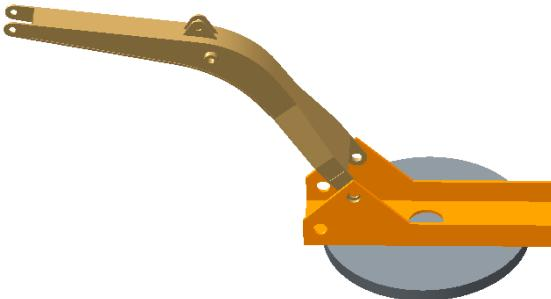

图 3.18.34 调整动臂位置
- (4) 调整元件 BOOM1_MECH_G (动臂) 至图 3.18.34 所示的位置。